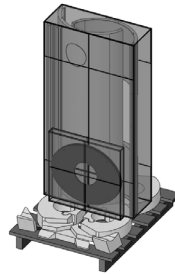

ABB. 2 - FRACHTSTÜCK FEUERFESTE TEILE UND KARTON MIT SEITENTEILEN UND ABDECKUNG
- Eine Palette mit den feuerfesten Teilen, dem Karton mit den Seitenteilen und dem Karton mit der Topplatte (Abb. 2).